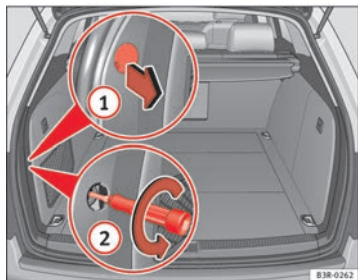
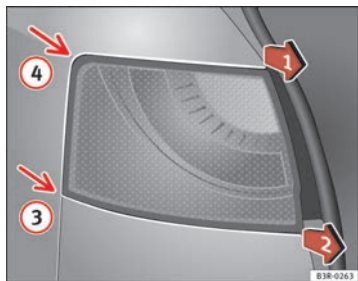

Fig. 225 Maletero: Posición del tornillo de fijación para la unidad de luz trasera
Fig. 226 Desmontar la unidad de luz trasera en la aleta
- Retire la cubierta haciendo palanca con un destornillador en el rebaje ⇒ fig. 225 ① y retire la cubierta de la abertura junto con todos los estribos de sujeción.
- Desenroscar cuidadosamente con el destornillador el tornillo que hay detrás en sentido contrario a las agujas del reloj (flechas) ②.
- Tire de la unidad de luz trasera a uno y otro lado (en la dirección de las flechas) ⇒ fig. 226 posiciones ① y ② hasta que salga de su alojamiento (posiciones ③ y ④).